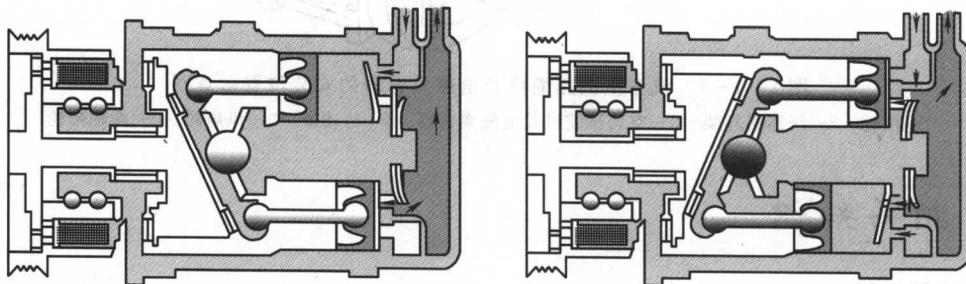

图2—1—3 摆摆斜盘式压缩机工作过程
(1) 摆摆斜盘式压缩机 摆摆斜盘式压缩机是往复式单向活塞结构，又称单向斜盘式或摇板式，摇摆斜盘式压缩机是将5个（或7个）汽缸均匀分布在压缩机缸体内，如图2—1—3所示。当主轴旋转时，摇板作轴向往复摇摆，带动压缩机活塞作轴向往复运动，从而完成制冷剂蒸气的吸入、压缩和排出过程。